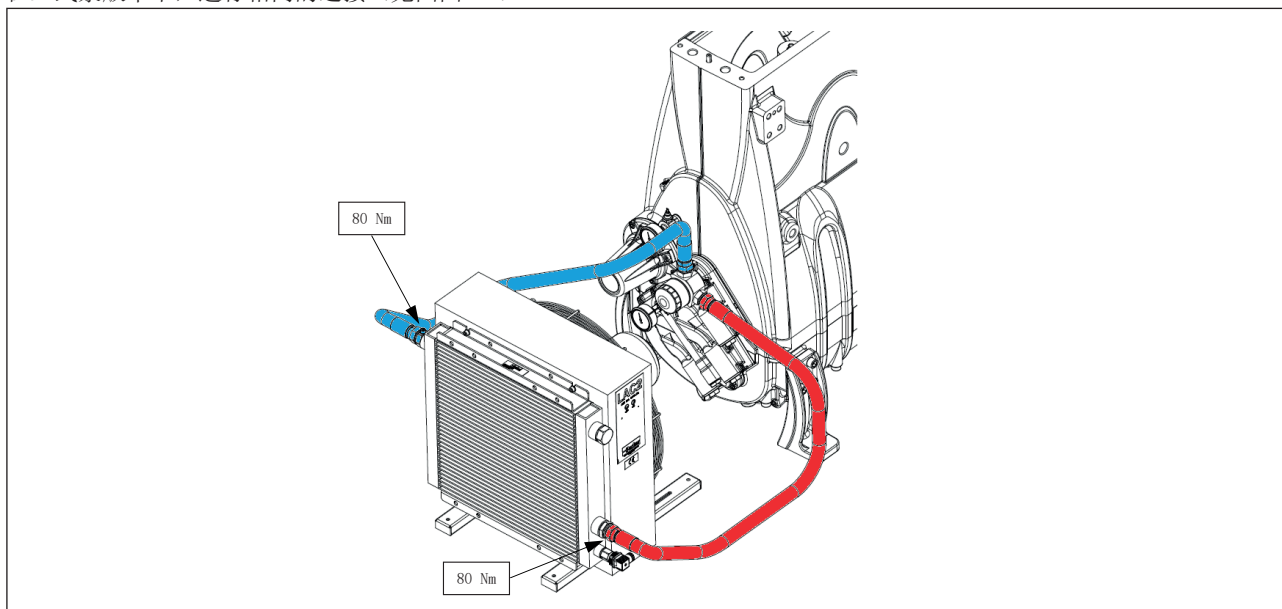

图 15
2. 使用90° 弯头将第一根管道连接到位于交换器入口下侧的接头（见图15的专用工具）。以80Nm的扭矩拧紧
在立式泵版本中，进行相同的连接（见图图 15）